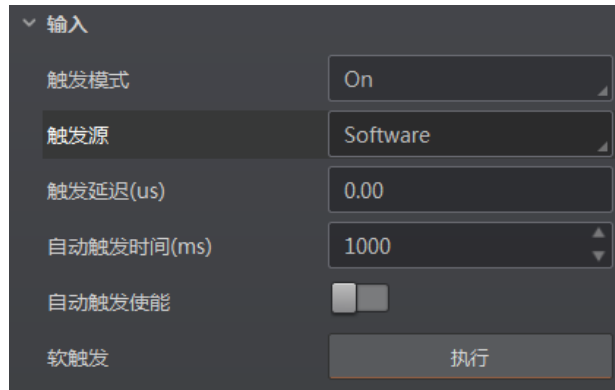

图4-43 软触发参数设置
4. 若触发源选择为软触发，则可以软触发参数的“执行”按钮，手动控制进行触发；还可以通过自动触发时间和自动触发使能参数进行自动软触发，如图 4-43 所示。